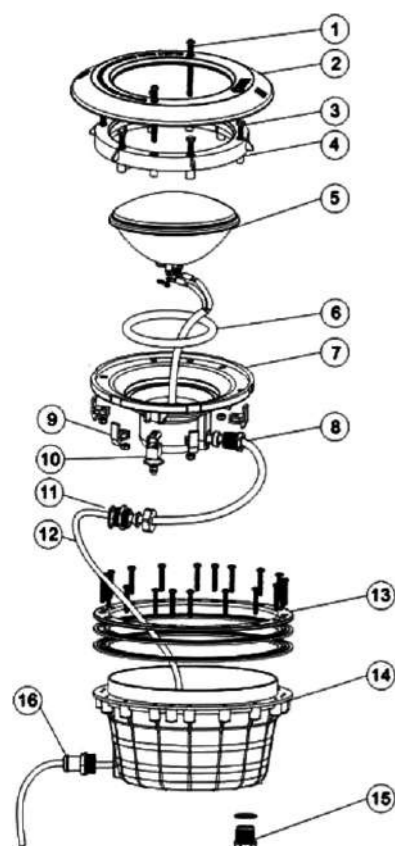

Rysunek 9
- 3) Należy zdjąć lampę i uszczelkę z wnętrza podstawy podwodnej oprawy oświetleniowej, odkręcając dwa wkręty i odłączając dwa zaciski mocujące je do lampy, zobacz rys. 9.